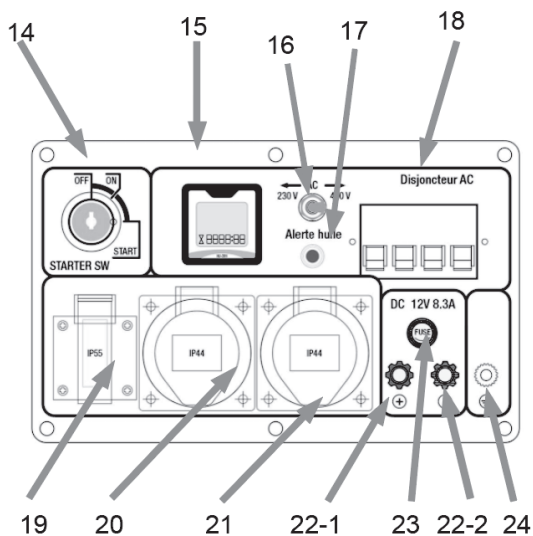

Fig.3
- Les consommateurs électriques peuvent être raccordés ou mis en marche après une phase de préchauffage d'environ 5 minutes. Le disjoncteur doit être réglé sur "ON" (fig. 3 position 18) pour la sortie courant.